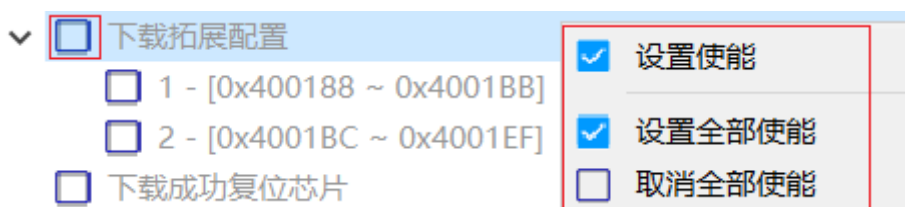

图2-3-2-5-2-1 下载拓展配置设置
1) 点击如图2-3-2-5-2-1所示下载拓展配置项前面的图标位置可以切换勾选使能与不勾选取消使能。